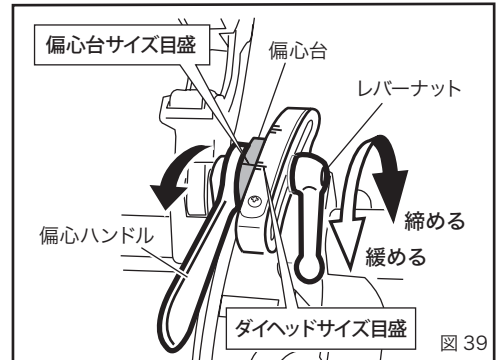
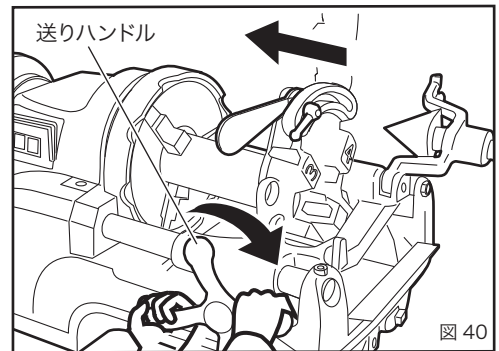

図 39
図 40
- ①ねじ切りのサイズ寸法を合わせるには偏心台の目盛を、ダイヘッドのサイズ目盛のねじ切り寸法に合わせて、レバーナットを締めて固定してください。(図 39)
- ② ON スイッチを押すとオイルはダイヘッドから自動的に注油されます。
- ③送りハンドルを右回り方向に動かしパイプにチェーザを押しつけ食いつかせてください。ねじ山が 3 ~ 4 山切ればあとは自動的にねじが切れます。(図 40)